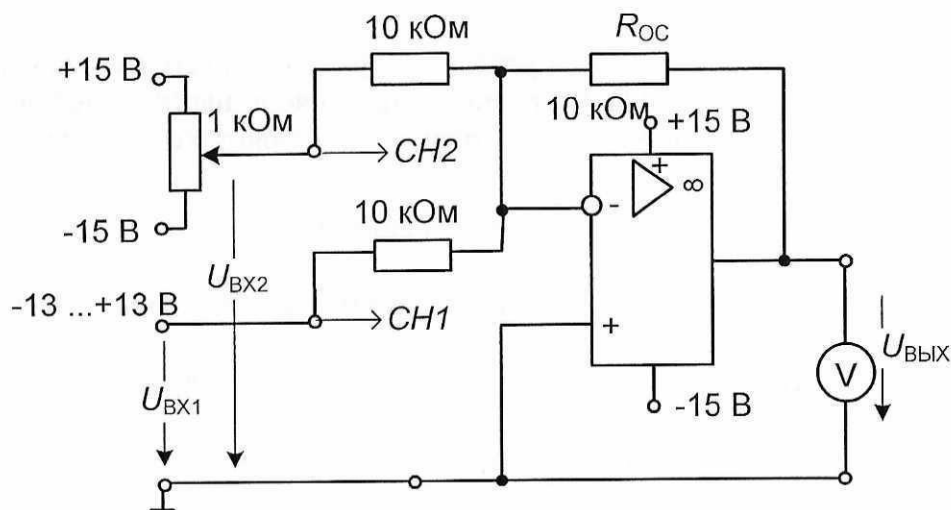

Рис. 3.7.2
- Установите модуль ОАЭ-М10 в наборную панель и соберите цепь суммирующего усилителя (рис. 3.7.2).